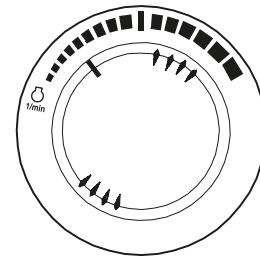

Figura 3
2. Coloque el dial de control de velocidad del motor ligeramente por encima de "BAJO RALENTÍ" (Figura 3).